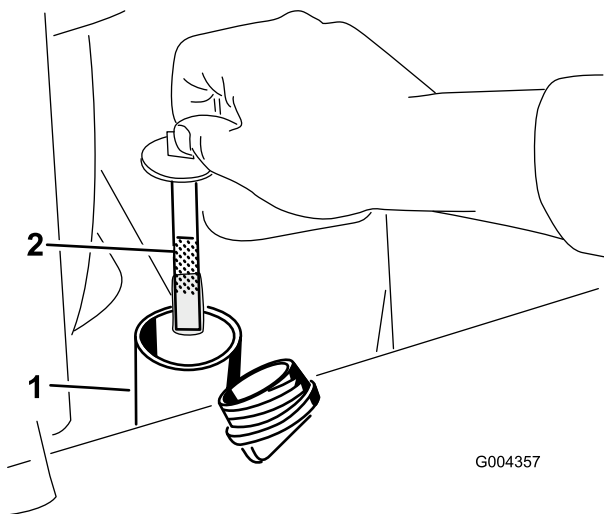

Рисунок 57
5. Снимите крышку бака с гидравлической жидкостью и извлеките мерный щуп (Рисунок 57).